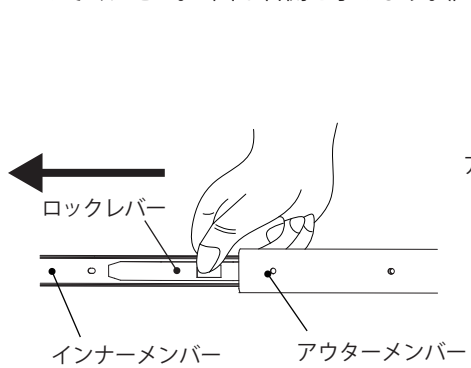

図4
- ①ロックレバーを押し込んでロックを解除して、インナーメンバーをアウターメンバーから取り外してください。(図4)